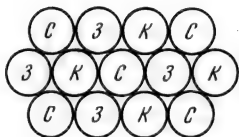

Рис. 1.21. Мозаичная структура люминесцентного экрана:
В одной из основных схем построения цветного кинескопа (рис. 1.21) люминесцентный экран состоит из круглых пятен люминофоров трех цветов свечения: зеленого (Z), красного (K) и синего (C). Кружки люминофоров расположены в виде гексагональной структуры, при этом каждый кружок окружен шестью кружками другого цвета, например «красный» люминофор окружен тремя кружками «зеленого» и тремя кружками «синего» люминофора. Весь экран можно условно разбить на триады, состоящие из трех кружков люминофора красного,